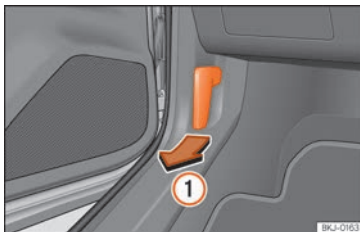

Fig. 179 Palanca de desbloqueig a l'espai reposapeus del conductor.
- Obriu la porta i estireu la palanca que hi ha sota del tauler d'instruments »» fig. 179 ①.